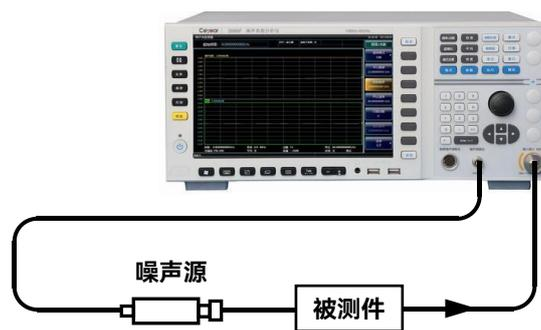

图 4.12 连接 DUT 进行测量
- 步骤3. 根据图4.12所示，将噪声源输出与被测件输入连接。连接好后，测量结果显示在噪声系数分析仪显示屏中，图形显示结果类似于图4.13。